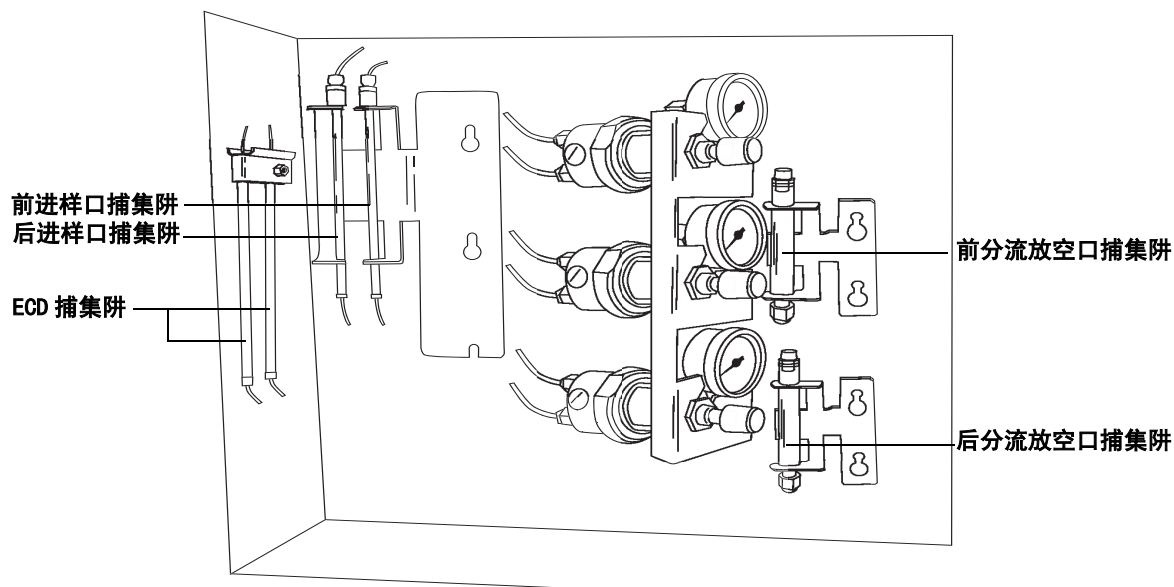

图 63 内部捕集阱的位置
- 2 在顶部的后上角找到进样口捕集阱的位置（不在带有气体接头的后面板上；那应是 ECD 捕集阱），见图 63。
- 2 在仪器后面板的内侧找到 ECD 捕集阱的位置。见图 63。
- 2 在压力表底部的右侧旁找到分流失空口捕集阱的位置。见 图 63。